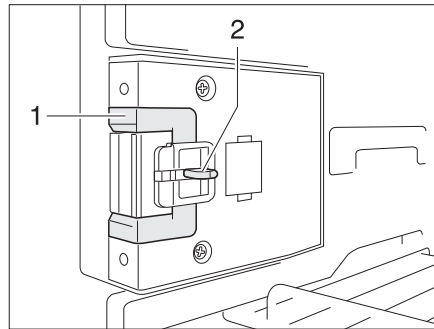
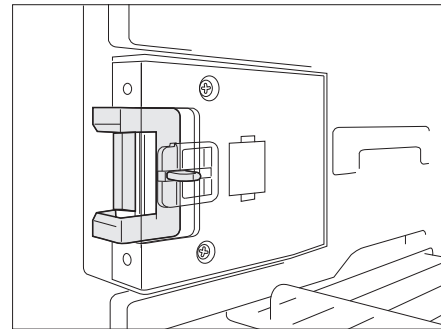

Fig. 326 Dispositif de fermeture en position normale
Fig. 327 Dispositif de fermeture en position de ventilation
- Presser le bouton de déverrouillage (Fig. 326,2).
- Pousser le dispositif de fermeture (Fig. 326,1) vers l'avant (Fig. 327).